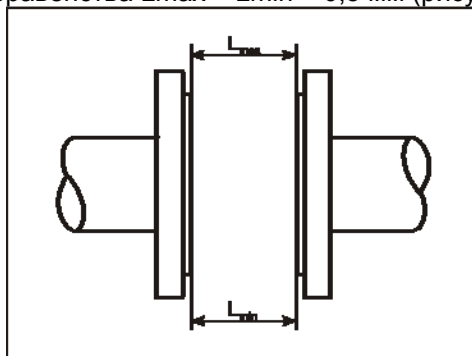

Рисунок 7 — Определение отклонения фланцев трубопровода от параллельности
2.2.2.6 Наибольшее допускаемое отклонение ответных фланцев на трубопроводе от параллельности должно определяться из неравенства $L_{\max} - L_{\min} < 0,5 \text{ мм}$ (рисунок 7).